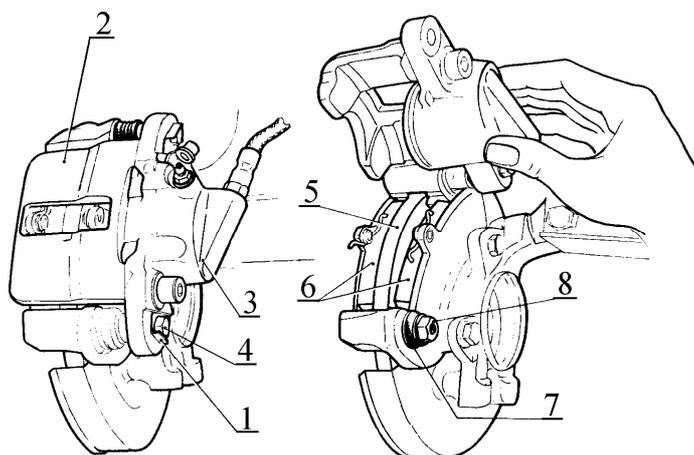

Рис.2 Замена тормозных колодок:
2.2 Отогнуть кромку стопорной шайбы 1, рис.2 (молоток, прошивка).